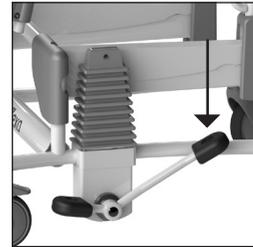

Abbildung 14: Aufwärtsbewegung.
- Der Stuhlbereich bewegt sich durch ruhiges und gleichmäßiges Drücken des langen Stücks des Fußpedals nach oben (Siehe Abbildung 14).